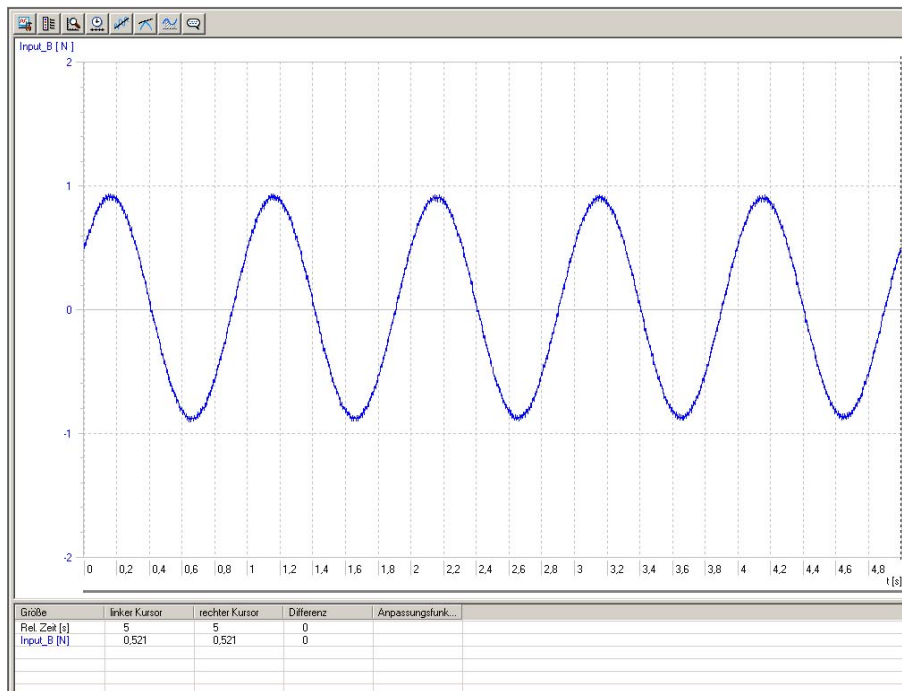

Fig. 2 Bildschirmdarstellung einer schwach gedämpften Feder-Masse-Schwingung in 3B NETlab™ (U11310)
- In 3B NETlab™ die Messkurvenaufnahme starten (Fig. 2).